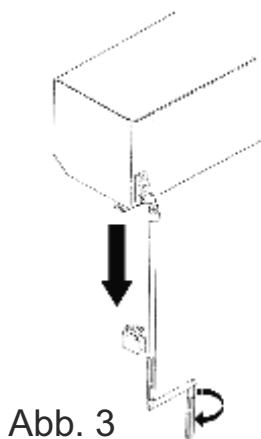
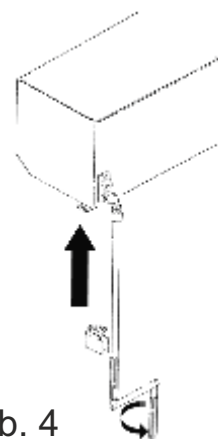

Abb. 3
Abb. 4
2. In den Vorbaurollladen mit der Kurbel auf der zur Revisionsklappe gegenüberliegenden Seite wird beim Drehen im Uhrzeigersinn der Rollladen geschlossen – Abb. 3 und beim Drehen gegen Uhrzeigersinn geöffnet – Abb. 4.